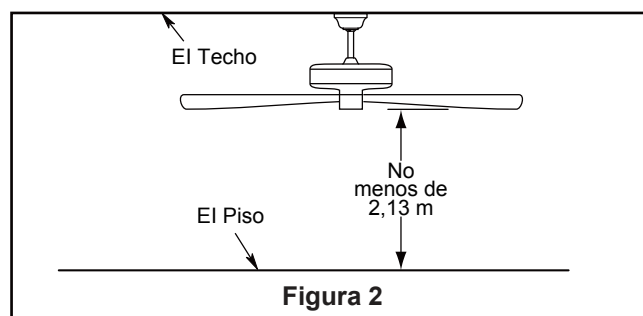

Figura 2
### Uso de perfil profundo (Figura 2)
2. Retire los dos tornillos preensamblados del soporte de la varilla del ensamblaje del motor y guárdelos para volverlos a instalar en la Cómo ensamblar el ventilador de techo, paso 4. (Figura 2)
2. Retire el clip de horquilla y pasador de horquilla de la parte inferior de la bola para colgar. Retener el pasador y clip para la reinstalación en el paso 4. (Figura 2)
Debe colgar el ventilador a una distancia mínima de 2,13 m desde las aspas hasta el piso. (Figura 2)
Para evitar una posible descarga eléctrica, asegúrese de cortar la alimentación eléctrica de la caja de fusibles principal antes de alambrado el ventilador. (Figura 2)
2. Coloque y ajuste firmemente la cubierta para el tornillo de la base sobre los tornillos de reborde de la abrazadera para colgar mediante el mecanismo de seguro por giro del chavetero. (Figura 2)
2. Extraiga uno de los tres tornillos del ensamble de la placa de iluminación y guarde los tornillos para pasos posteriores. Afloje levemente los otros dos tornillos. Instale el conector 2 de pasadores desde unidad de luz LED conexión a la unidad del motor. (Figura 2)
2. Restaure la fuente de alimentación de la toma de corriente enciendo la electricidad del fusible principal. (Figura 2)